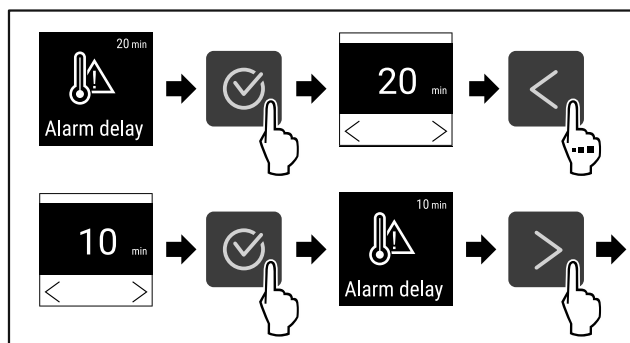

Fig. 99
- Eseguire i passi (vedere Fig. 99).